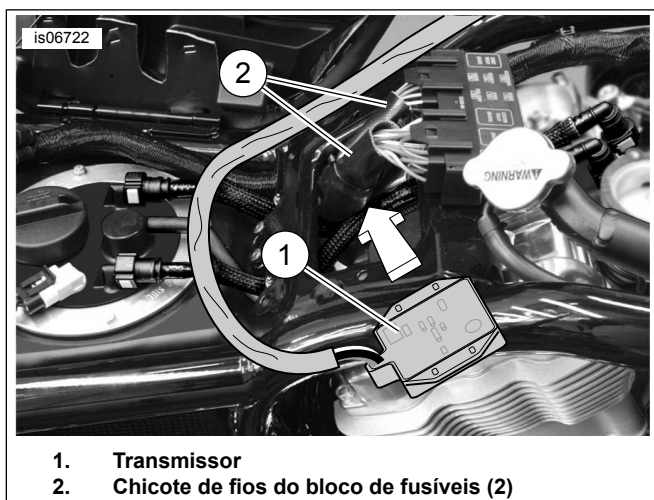

Figura 13. Montagem do transmissor (V-Rod ano 2004 e posteriores)
2. Veja a Figura 13. Remova a caixa do filtro de ar. Gire o transmissor (1) de modo que o lado do circuito exposto fique voltado para cima. Enfie o transmissor sob os chicotes de fios do bloco de fusíveis. Use duas abraçadeiras do kit através dos flanges do transmissor para fixá-lo nos chicotes do bloco de fusíveis. Vá para a seção **Conexão do chicote de fios**.